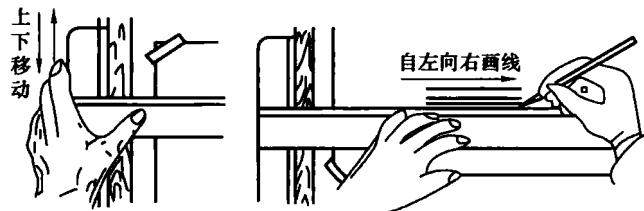

图 2-2 上下移动丁字尺及画水平线的手势
2. 丁字尺 丁字尺由相互垂直的尺头和尺身组成。尺头与尺身垂直并连接牢固，尺身沿长度方向带有刻度的侧边为工作边。丁字尺与图板配合画水平线。使用时必须将尺头内侧紧靠图板左侧导边，然后上下移动，并将尺身上边沿对准画线位置，按住尺身从左向右、自上而下逐条画线，如图 2-2 所示。使用时只能将尺头靠在图板的左侧导边，而不能靠在图板的其他边上使用，也不能在尺身的下边画线。不要用小刀靠在工作边上裁纸。丁字尺用完后，宜竖直挂起来，不要随便靠在桌边或墙边，以防止尺身变形和尺头松动。